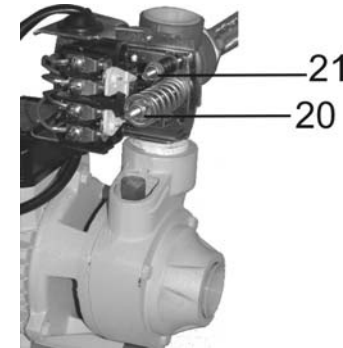

Рис.4
8.4.3. Вращением гайки 20 устанавливается давление включения, вращением гайки 21 регулируется разность между давлением включения и давлением выключения (Рис.4).